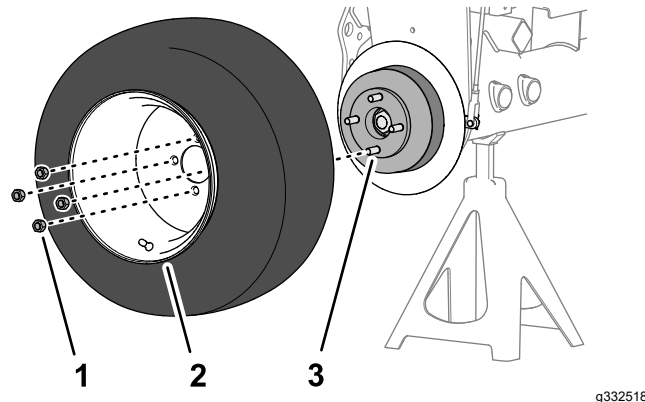

Bild 72
1. Montieren Sie das Rad mit den vier Radmuttern (**Bild 72**) an der Nabe und ziehen Sie die Radmuttern handfest an.